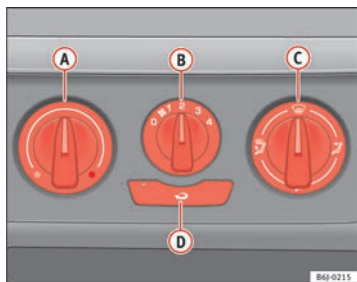

Fig. 88 Mandos de la calefacción en el tablero de instrumentos
- Gire el regulador de temperatura **A** ⇒ fig. 88 hacia la izquierda.
- Gire el regulador de la temperatura **A** ⇒ fig. 88 hacia la derecha hasta alcanzar el grado de calefacción deseado.
- Gire el regulador de la temperatura **A** ⇒ fig. 88 hacia la derecha hasta el nivel máximo de calefacción.
- Gire el regulador de temperatura **(A)** ⇒ página 129, fig. 88 hacia la zona de calefacción.